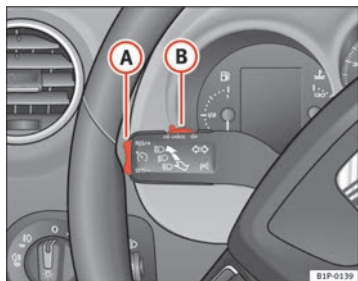

Abb. 132 Blinker- und Fernlichthebel: Schalter und Wippe für die Geschwindigkeitsregelanlage
- Schieben Sie den Schalter ⇒ Abb. 132 **(B)** nach links auf **ON**.